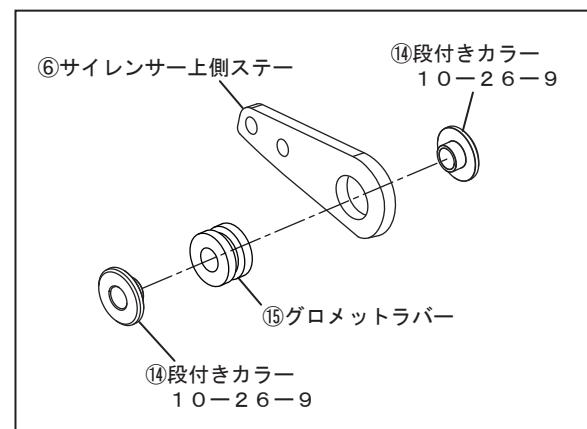

FIG. 8
6. ⑭段付きカラー10-26-9、⑮グロメットラバーを⑥サイレンサー上側ステーに取り付けて下さい。
次に、③サイレンサー bandwidthに④サイレンサー bandwidth用スペーサーラバーを取り付けてから②サイレンサーに通し、サイレンサー カバー 前端から 62mmの位置に③サイレンサー bandwidth前端を合せてから⑦ボタンボルトM6×15、⑨SUSワッシャM6×13、⑫フランジナットM6を使用して、⑥サイレンサー上側ステーを仮締めして下さい。(FIG. 8, 9, 10参照)